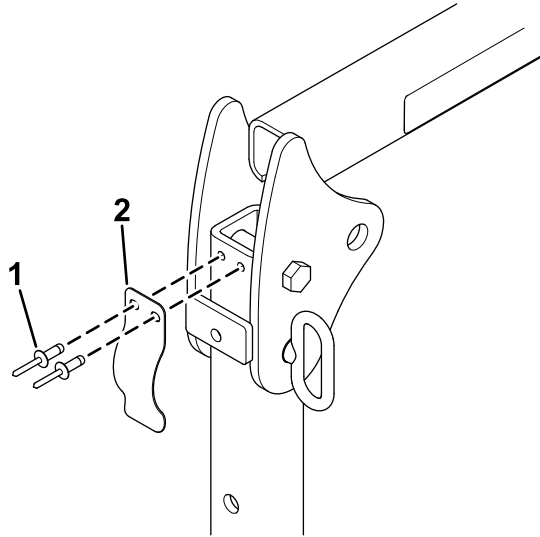

Figure 22
1. L'arceau de sécurité étant abaissé, déposez le ressort à lames anti-vibrations (Figure 22) de chaque côté de l'arceau de sécurité.